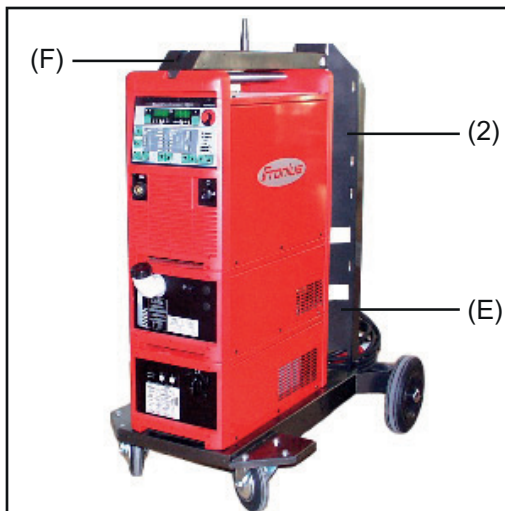

Abb.13 Fahrwagen mit Autotrafo, Kühlgerät und Stromquelle
- 23** Drahtvorschubaufnahme (F) an der Stromquelle einhängen und auflegen (Abb.13)
- 24** Drahtvorschubaufnahme (F) mit vier Schrauben am Verlängerungsblech (2) der Gasflaschen-Halterung (E) festschrauben (Abb.13)
- 25** Am Verlängerungsblech (2) Sicherungsband, in der Höhe des oberen Teils einer Gasflasche (nicht Flaschenhals), fixieren